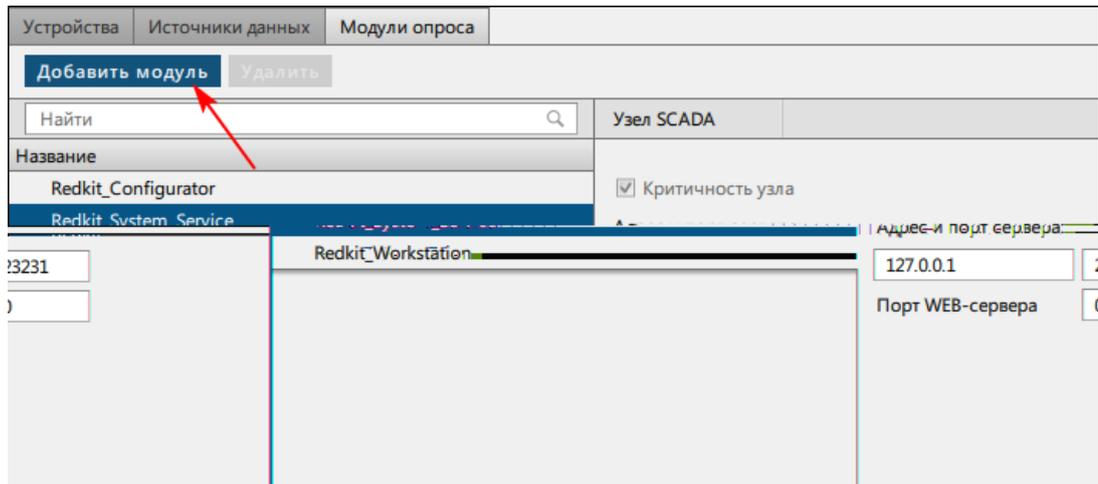

Рисунок 219 - Добавить модуль
12. На вкладке **Модули опроса** у сервисного узла(ов) (*Redkit\_System\_Service* или *Redkit\_Master* и *Redkit\_Slave*, в зависимости от типа конфигурации) нажмите **Добавить модуль** (Рисунок 219).